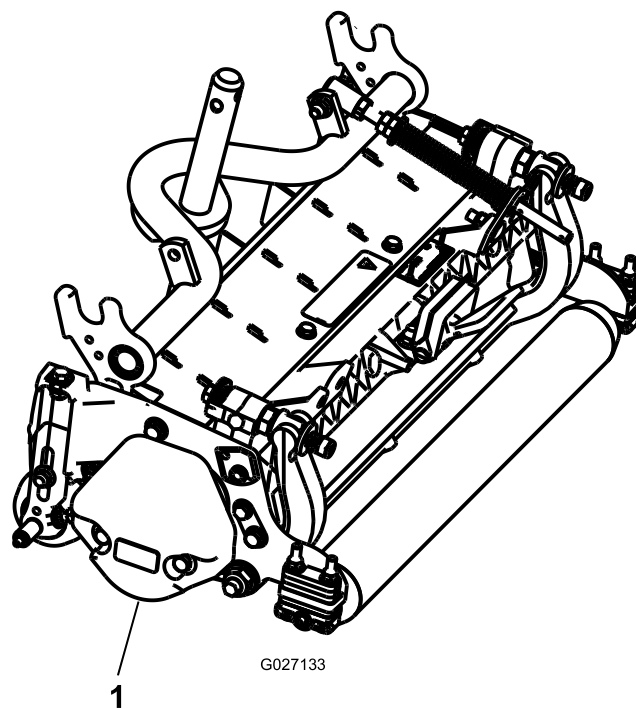

図 7
3. カウンタウェイト 図 7 を、決められた側に取り付けるカuttingユニットのオペレーターズマニュアルを参照。